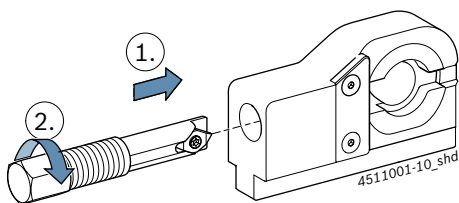

Fig. 11: Fest strammeskruen
4. Strammeskruen skyves inn i demonteringsverktøyet som i Fig. 11 og dreies i gjengene.